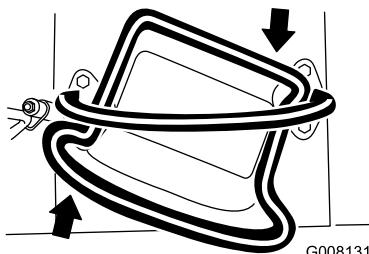

Bild 8
- Drehen Sie den Fahrantriebshebel nach rechts, um nach rechts zu fahren (Bild 8).